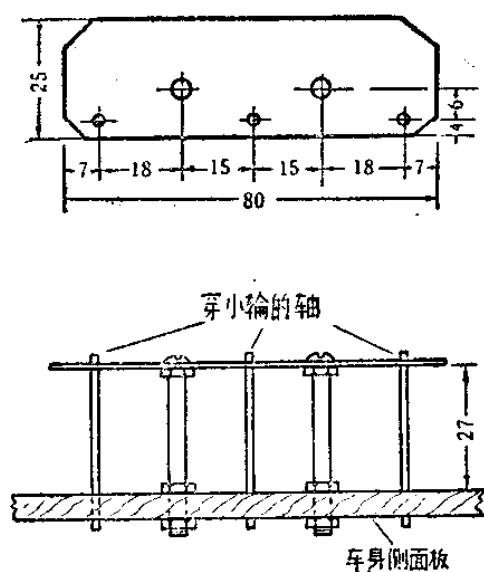

图 12-7
6. 小輪支架: 是用馬口鐵皮做的, 根据图 12-7 的尺寸画在馬口鐵皮上, 剪下后钻孔, 其中三个小孔是穿小輪軸的, 两个大孔是用螺絲釘和螺帽固定在車身側面的。小輪的軸是用 3 毫米粗、36 毫米长的鋼絲做成的, 軸的一端要磨尖, 以便插入車身側面下部的三个小孔里, 假使不能固定, 待装上小輪后, 用焊錫把軸与支架焊牢。